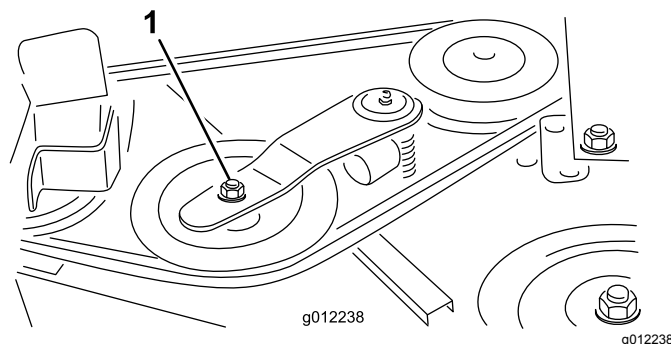
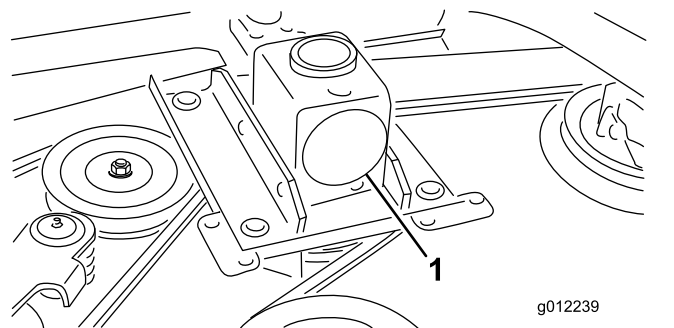

Figura 34
Figura 35
2. Utilizando uma chave de aperto ou ferramenta semelhante, afaste a polia intermédia (Figura 34) da correia da transmissão para libertar a tensão da correia e permitir que esta saia das polias da caixa de engrenagens (Figura 35).